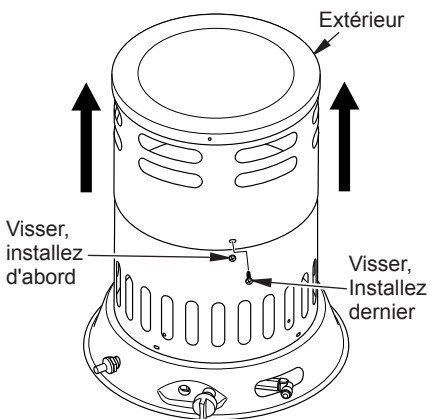

Figure 2 - Souèvement de l'habillage extérieur
1. Prenez soin de protéger vos mains pendant cette étape. Soulevez l'enveloppe extérieure vers le haut comme le montre la figure 2, jusqu'à ce que les trous de vis de la ligne et des trous oblongs soient visibles.
2. Installez 3 vis dans les trous inférieurs comme le montre la figure 2. Laissez reposer de coque supérieure à vis inférieures. Les trous et les fentes s'alignent.